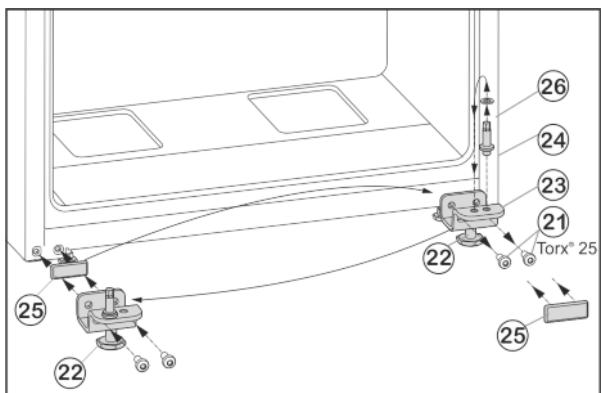

Fig. 9
- ▶ Развийте закрепващите винтове Fig. 9 (21).
- ▶ Свалете долната лагерна опора Fig. 9 (23) заедно с лагерния болт Fig. 9 (24), шайбата Fig. 9 (26) и крака Fig. 9 (22).
- ▶ Развийте лагерния болт Fig. 9 (24) заедно с шайбата Fig. 9 (26), поставете го в срещуположния отвор за лагерната опора и го завийте отново.
- ▶ Внимателно свалете покриваща плоча Fig. 9 (25) и я преместете на срещуположната страна.
- ▶ Отново завийте лагерната опора долу Fig. 9 (23) заедно с лагерния болт Fig. 9 (24), шайбата Fig. 9 (26) и крака Fig. 9 (22) върху новата страна на пантите, евент. с помощта на акумулаторна отвертка (**с 4 Nm**).
- ▶ Поставете вратата отгоре върху лагерния болт Fig. 9 (24).
- ▶ Развийте крака Fig. 9 (22) на лагерната опора долу Fig. 9 (23), докато опре върху пода.